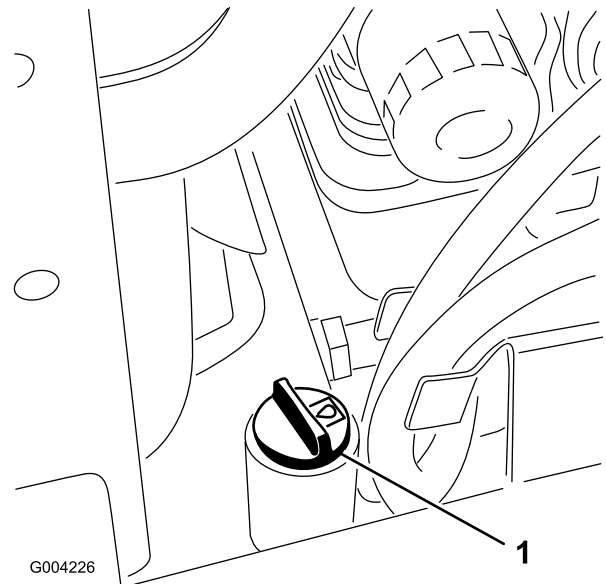

Bild 59
5. Reinigen Sie den Bereich um den Füllstutzen des Hydraulikbehälter (Bild 59).